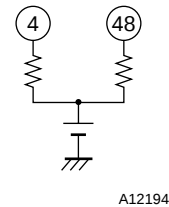

図13
2. 上記端子から抵抗 (10k Ω)を介してバイアス (注)へ接続する (図13)。